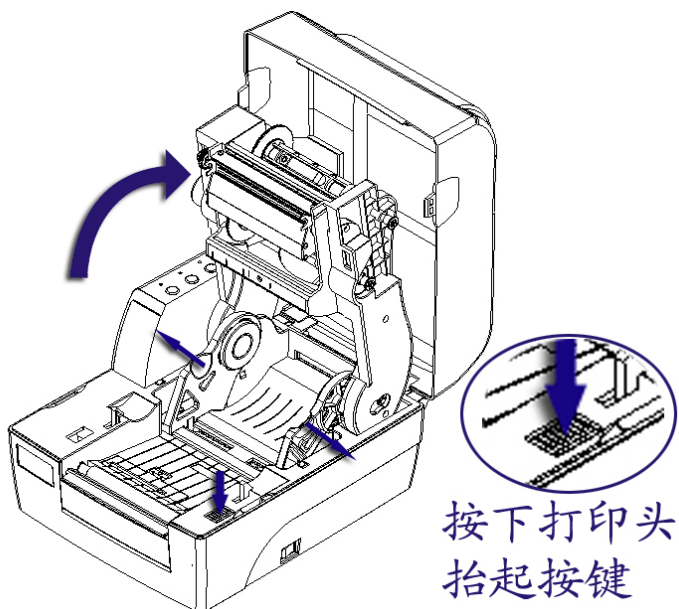

图 5.5-2
- 2) 向下按动打印头抬起按键；待碳带支撑架抬起后将其向上翻转至图示角度（至听到轻微的“啪”提示声且不能继续向上翻转）；将纸支架向两边扳动至最大状态（见图 5.5-2）；